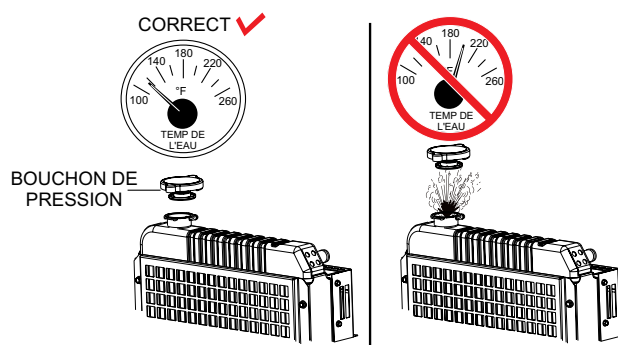

**Figure 56. Retrait du bouchon de pression du radiateur**
1. Retirez le bouchon de pression du radiateur (Figure 56) uniquement lorsque la température du liquide de refroidissement est inférieure à 120°F (50°C).